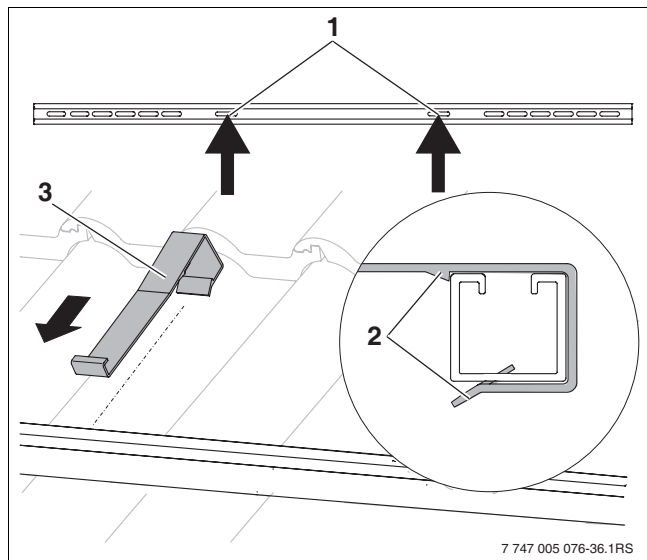

Fig. 46 Accrocher le dispositif de sécurité anti-glissement
- Glisser les dispositifs anti-glissement (fig. 46, [3]) dans les perforations longitudinales intérieures [1] par l'extérieur au-dessus du rail profilé jusqu'à ce qu'ils s'enclenchent [2].